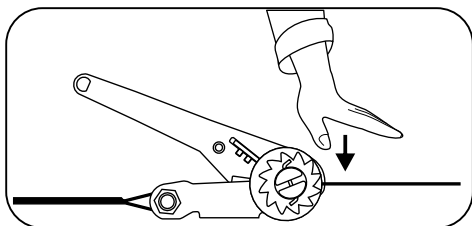

рис. 8
- Проверьте правильность натяжения ленты во избежание случайного провисания анкерной линии (рис. 8).